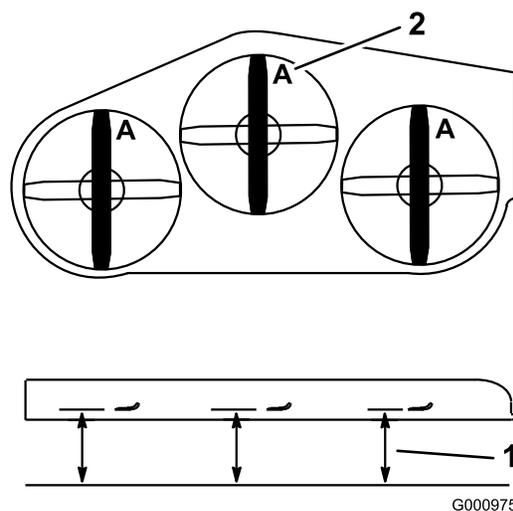

Figure 74
3. Placez la machine sur une surface plane, et tournez une lame dans le sens longitudinal. Mesurez au point A et entre la surface plane et le bord coupant des pointes des lames (Figure 74)